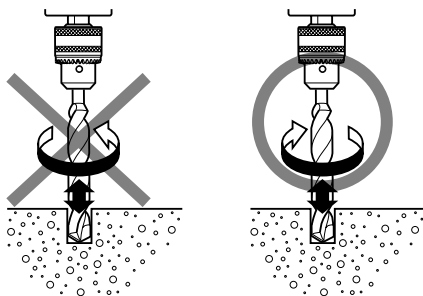

Fig. 10
**Utilisez toujours la visseuse/perceuse à percussions dans le sens horaire de rotation, quand vous l'utilisez en tant que perceuse à rotation. (Fig. 10)**